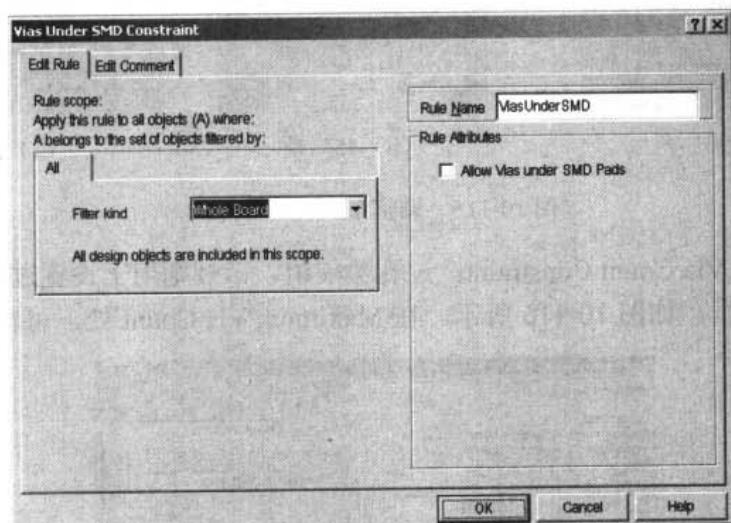

图 10-118 Vias Under SMD Constraint 设置对话框
- Vias Under SMD Constraint: 该规则用于设置在自动布线时是否可以将过孔放置在 SMD 元件的焊盘下。其设置对话框如图 10-118 所示。